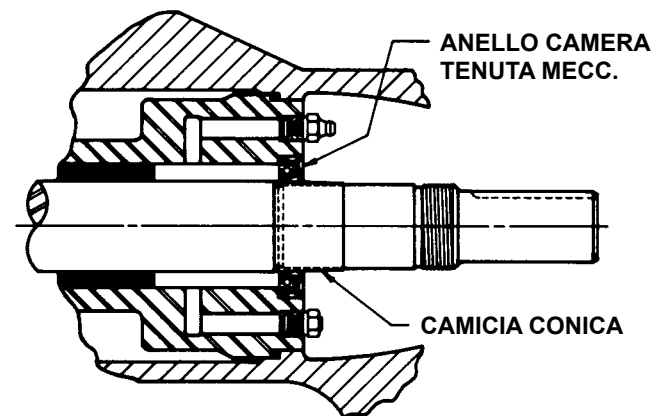

FIGURA 9
2. Assicurarsi che l'albero non abbia sbavature e corpi estranei che potrebbero danneggiare la boccola della cuffia. Installare rotore e albero. Mettere la parte terminale dell'albero nella boccola della cuffia e girare da destra a sinistra lentamente, spingendo fino a che le parti terminali dei denti del rotore siano appena sotto la faccia della cuffia. Riempire la camera di lubrificazione del copro pompa con grasso multiuso e posizionare il manicotto per la tenuta come in figura 9. Rimuovere il manicotto conico dall'albero (Serie 4724).